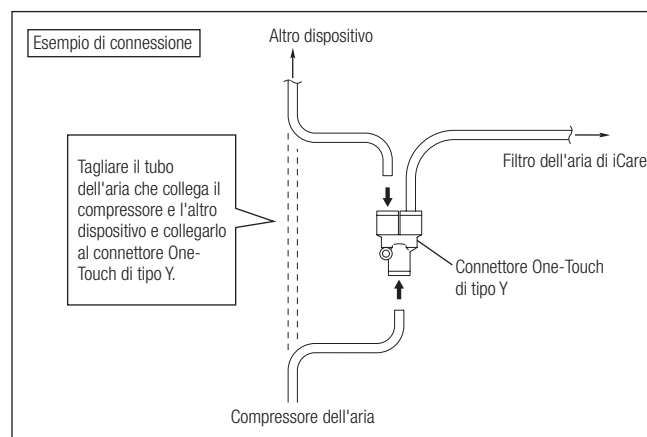

Fig. 2
- 2) Collegare il connettore One-Touch di tipo Y alla sorgente di aria (compressore di aria) come dimostrato nella Fig. 2.